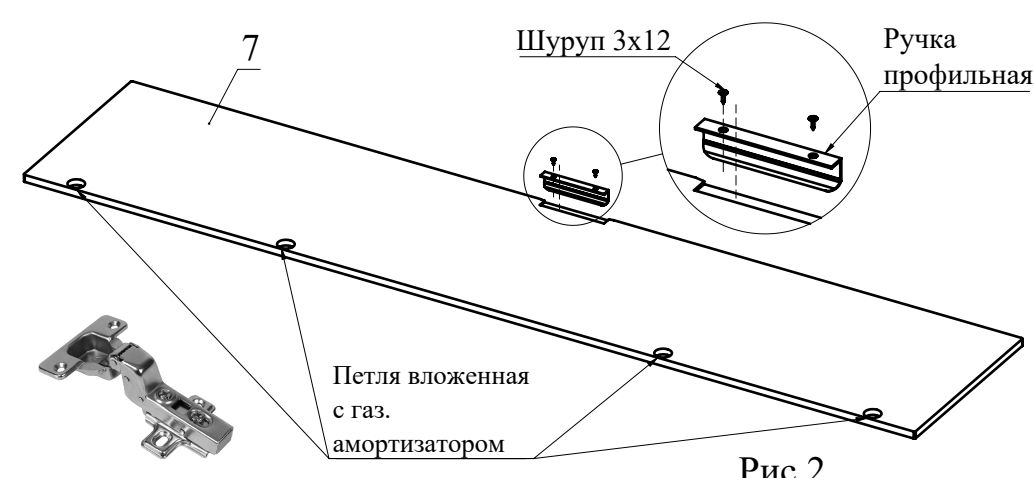

Рис.2
2. При помощи шурупов 3,5x16 закрепите петли вложенные на детали 7 (Рис. 2).
3. С помощью шурупов 3,5x12 закрепите ручку на детали 7 (Рис. 2).